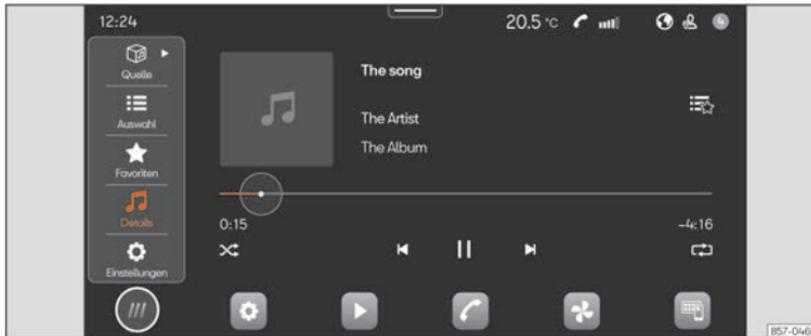

Abb. 165 Schematische Darstellung: Ansicht Medien.
- Drücken Sie **HOME** > ► >>> (Abb. 165).